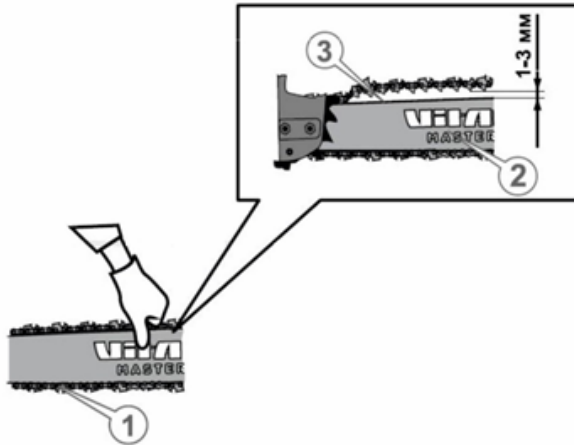

Рисунок 5. Схема перевірки натягнення ланцюга.
– на непрацюючому виробі обережно взяти верхню гілку ланцюга посередині «шини» рукою з рукавичкою та відтягнути ланцюг від «шини» зусиллям руки. Перевірити величину зазору між напрямною ланцюга (3, рис. 5) та «шиною» (2, рис. 5). Зазор має бути в межах 1–3 мм (приблизно так, щоб проходило «жало» викрутки), а сам ланцюг має рухатися вздовж «шини» без перешкод зусиллям руки;